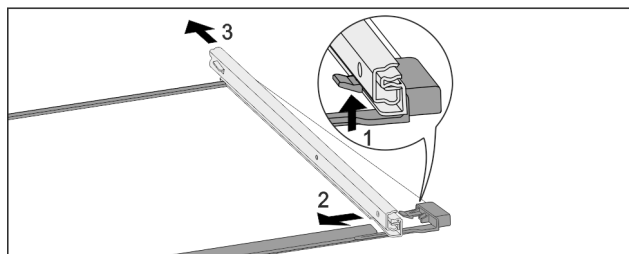

Fig. 173 Tablette en verre avec rails
- ▶ Pousser le crochet d'enclenchement avant vers le bas. Fig. 173 (1)
- ▶ Pousser le rail télescopique vers le côté Fig. 173 (2) et vers l'arrière Fig. 173 (3).